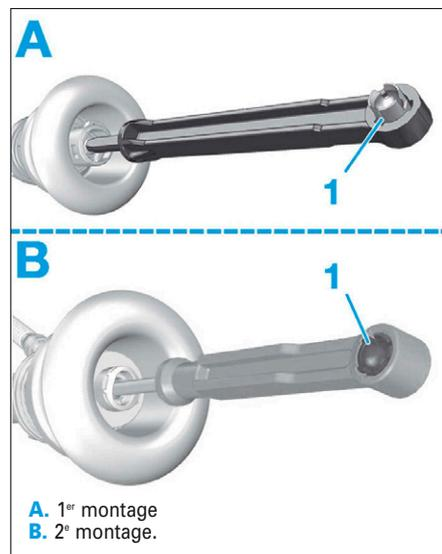

FIG. 17
- Vérifier la position du clip de verrouillage (1) du cylindre émetteur (Fig.17).